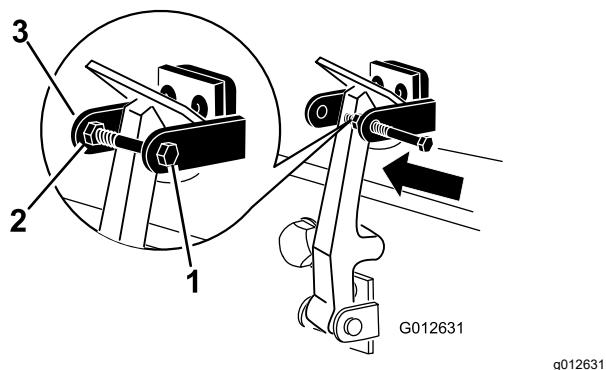

Bild 9
7. Schrauben Sie die Schraube in den anderen Arm der Motorhaubenhalterung, um den Riegel zu arretieren (**Bild 9**).